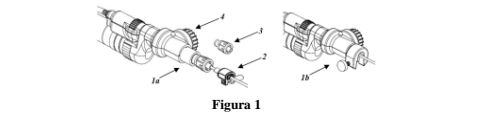

Figura 1
- Se si sta utilizzando un manipolo del canale in funzione (*Figura 1*), è stato aggiunto un meccanismo di controllo della profondità con raccordo luer (*Ia*) o un attacco MINOP unico (*Ib*) per l'interfaccia con gli endoscopi.